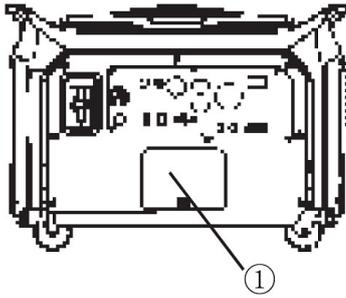

Abb. 11: Seitliche Abdeckung öffnen (PG-I 40 S)
Schritt 1: Mit einem Kreuzschlitz-Schraubenzieher die Schraube 1 (siehe Abbildung 11) lösen und die seitliche Abdeckung hochheben und entfernen.